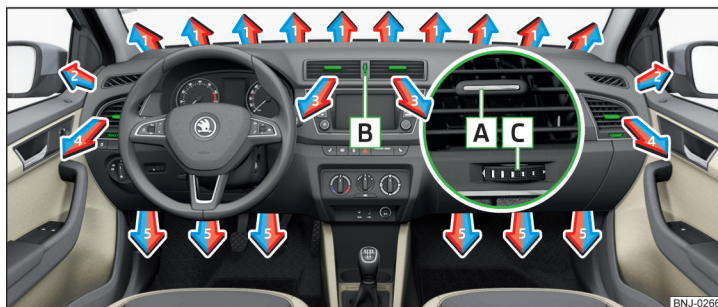

Fig. 113 Fantele de ventilație
La fantele de ventilație 3 și 4 » fig. 113 se poate modifica direcția curentului de aer, iar duzele se pot deschide și închide și individual.
Reglarea sensului de curgere a aerului are loc prin deplasarea servoelementului [A] » fig. 113 în direcția dorită.
- Rotiți regulatorul [B] în sus » fig. 113.
- Rotiți regulatorul [B] în jos » fig. 113.
Setarea direcției fantei de ventilație	Gurile de ventilație » fig. 113